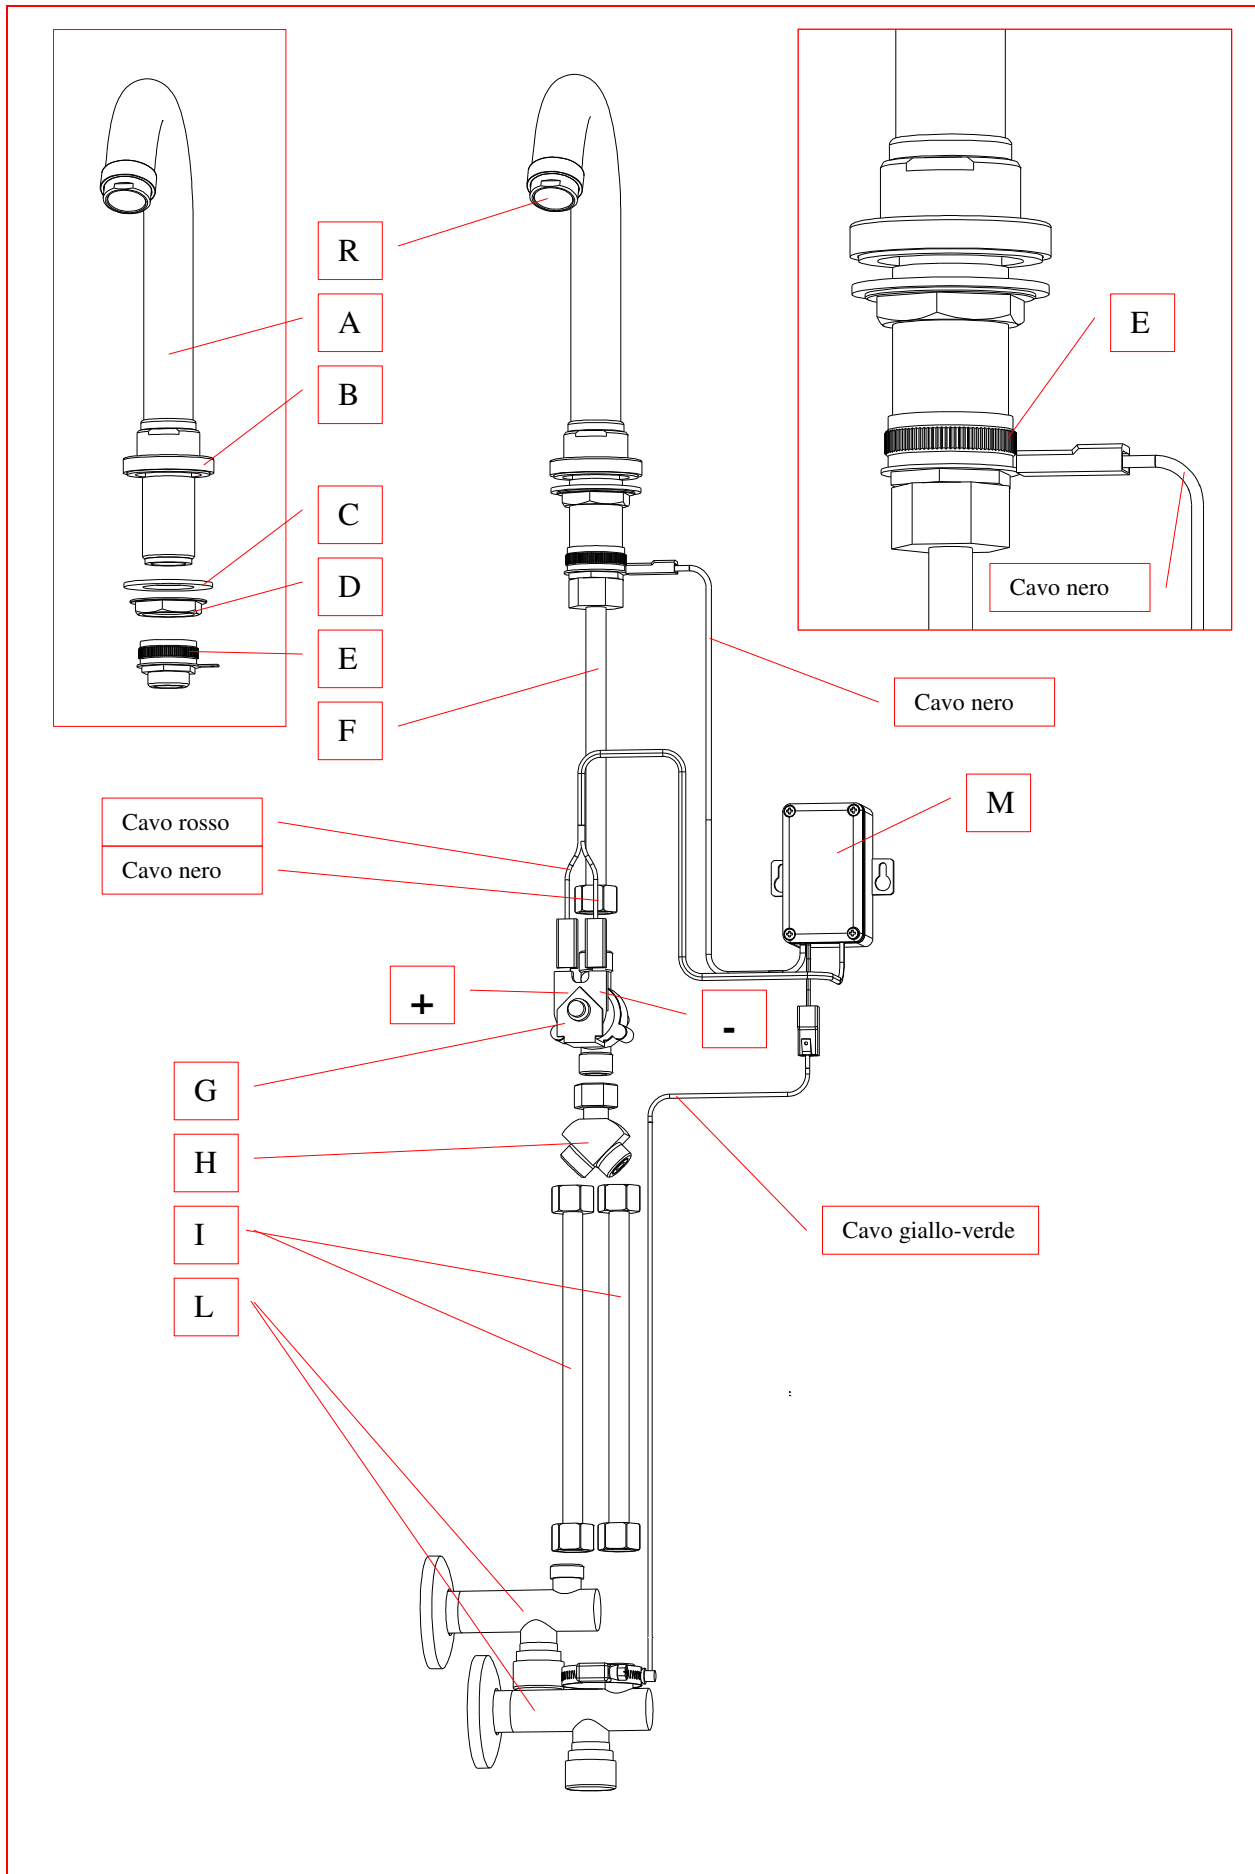

Figura 1 – Installazione.
- 1- Posizionare il rubinetto **(A)** nel foro assicurandosi della presenza della basetta **(B)** e della guarnizione tra il rubinetto e il piano di appoggio (Riquadro in alto a sinistra di Figura 1).
- 2- Bloccare il tutto utilizzando l'apposito dado **(D)** dopo aver inserito la guarnizione **(C)**. (Riquadro in alto a sinistra di Figura 1).
- 3 – Montare il raccordo **(E)**, utilizzando l'apposita guarnizione (Riquadro in alto a sinistra di Figura 1) e successivamente montare il flessibile in nylon (colore grigio) **(F)** (Figura 1)
- 4 - Montare l'elettrovalvola **(G)** sul flessibile **(F)** facendo attenzione alla freccia impressa sul corpo della stessa e che indica il flusso dell'acqua (entrante nel rubinetto) (figura 1).
- 7 – Dopo aver posizionato e fissato la scatola di comando **(M)**, procedere ai collegamenti elettrici (figura 1)
- Collegare il cavo nero di massa rubinetto alla presa di tipo "faston" in ottone fissata sul raccordo **(E)** precedentemente montato (Riquadro in alto a destra di Figura 1).
- A - Smontare l'aeratore **(R)** con la chiave (Figura 1)